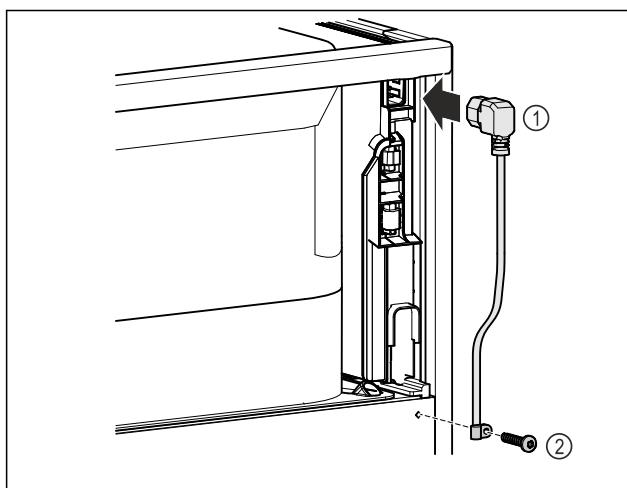

Fig. 9
- Utaknite utikač za hladnjak električnog kabela Fig. 9 (1) na stražnju stranu uređaja.
- Montirajte vlačno rasterećenje. Fig. 9 (2)